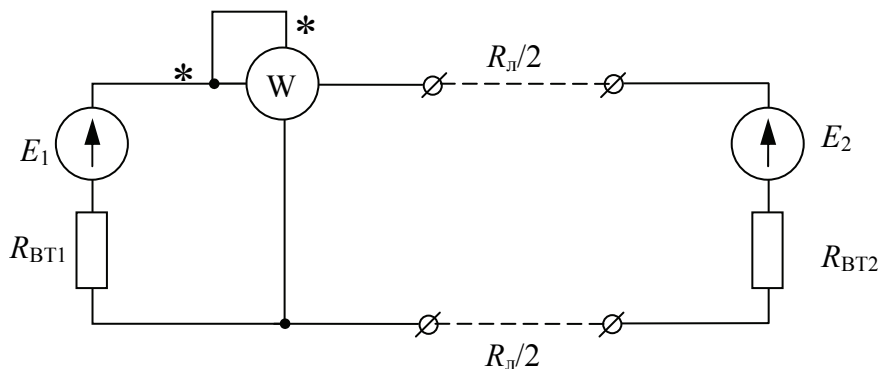

Рис. 3.1
**Задача 1.** В цепи (рис. 3.1) известны значения ЭДС  $E_1$ , измеряемой ваттметром мощности  $P$ , сопротивления  $R_{ВТ2}$  и сопротивления линии  $R_{л}$  (табл. 3.1). Определить значения сопротивления  $R_{ВТ1}$ , ЭДС  $E_2$  и режим работы  $E_2$ .